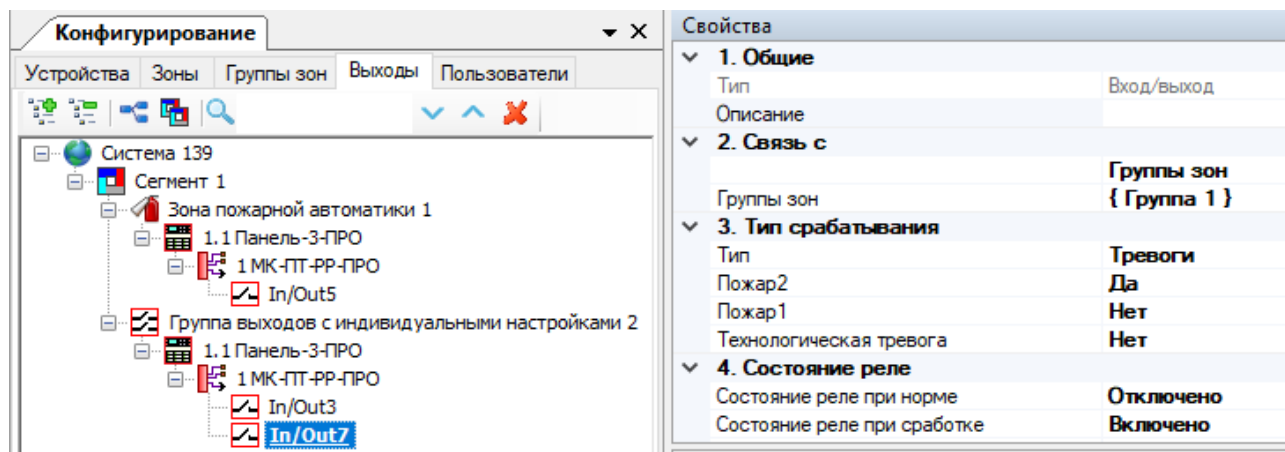

Рис. 43
- 2) Настроить сработку выхода 7 (Пожар) по пожару в выбранной зоне или группе зон (в которых находятся извещатели ИСБ) (см. рис. 43).